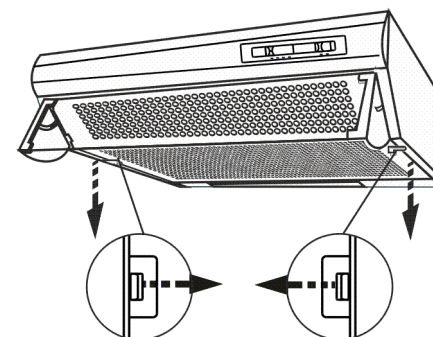

рис. 4
- откройте решетку сместив зажимы по направлению стрелок (рис.4);
- откройте решетку (рис. 4);